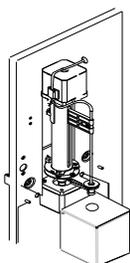

Рисунок 10-54 Вставьте пробозаборник в блок очистки пробозаборника
9. Вставьте пробозаборник в блок очистки пробозаборника, пока он не достигнет центратора, как показано на **рис. 10-54**;